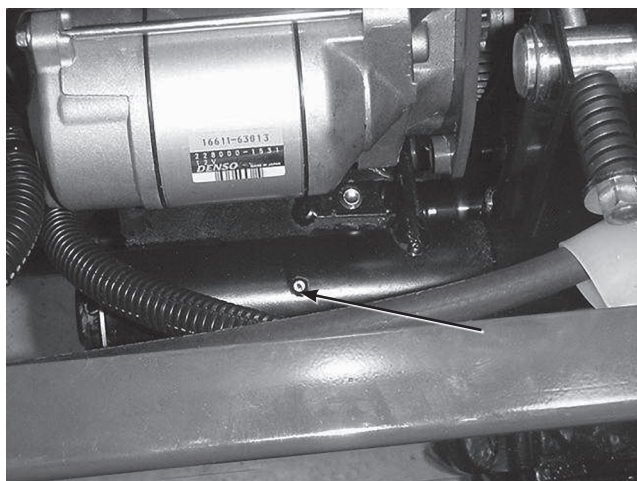

图37
- PTO のテンションピボット (図37)
- PTO の後部ベアリング (図37)